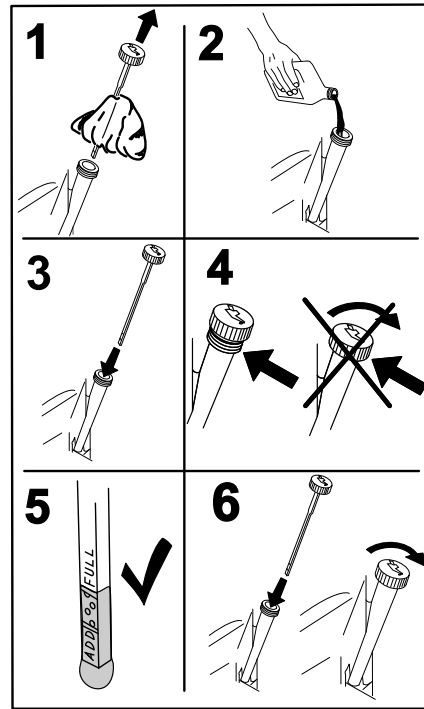

Figure 42
5. Versez lentement environ 80% de l'huile spécifiée dans le tube de remplissage puis faites l'appoint lentement jusqu'à ce que le niveau atteigne le repère du plein (**Full**) (Figure 42).